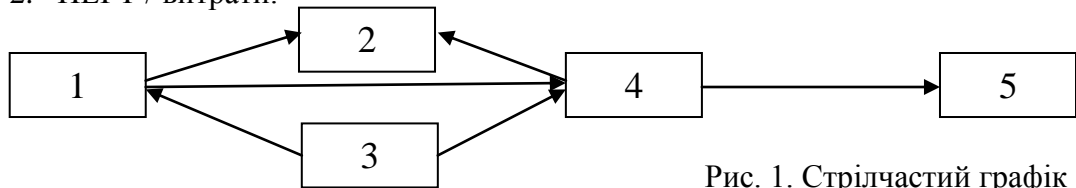

Рис. 1. Стрілчастий графік
**Стрілчасті графіки** почали застосовуватися у 50-х роках. Вони мали вигляд зображення роботи у вигляді стрілки, а зв'язки між роботами зображалися у вигляді кіл та мали назву подій, які мали порядкові номери (рис. 1).